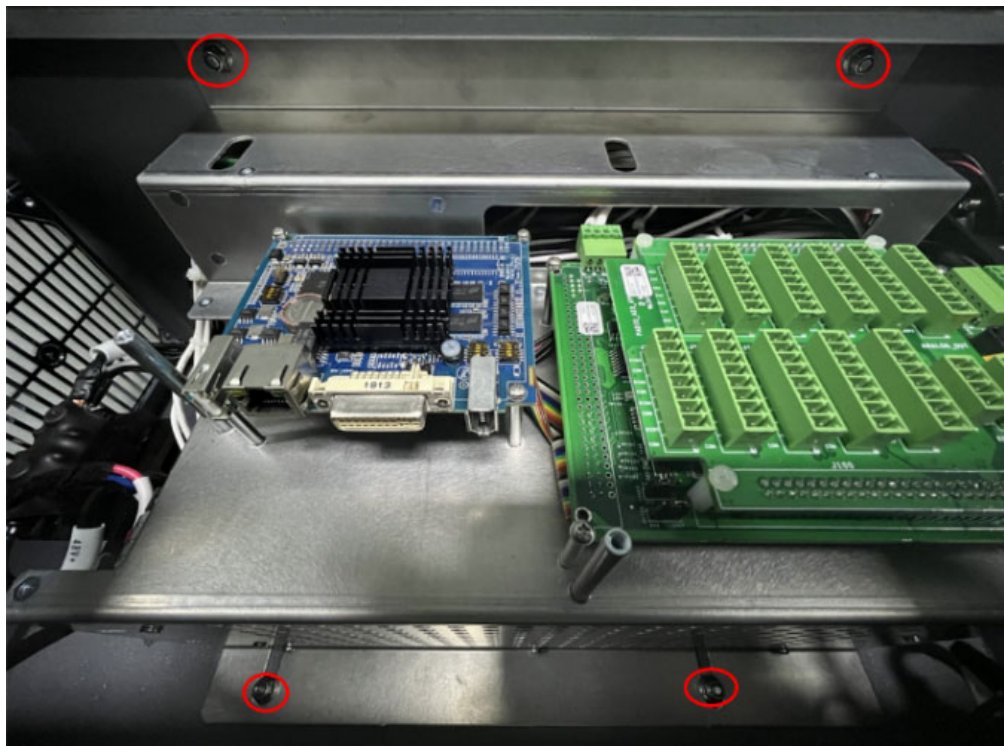

图 3-42：拧紧 M5 尼龙防松螺母
6. 将安装模块装入箱体内，将 4 颗 M5 尼龙防松螺母拧好，如图 3-42 所示：